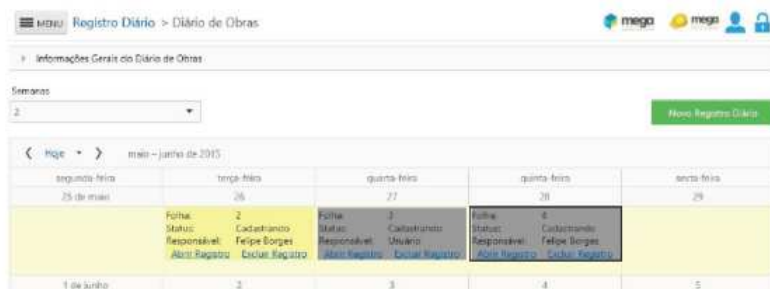

Figura 6 – Tela inicial do diário.
Adicionado um novo parâmetro dentro da guia 'Cores da Agenda': o parâmetro 'Dia Não Trabalhado', sendo este um cadastro obrigatório. Após vincular uma cor ao parâmetro e acessar a tela inicial do diário de obras, o registro diário que estiver com o parâmetro 'Dia Não Trabalhado' habilitado e seu status como 'Cadastrando' ou 'Concluído' apresentará a cor atribuída ao novo parâmetro, conforme demonstrado no próximo item (3 – Figura 6).